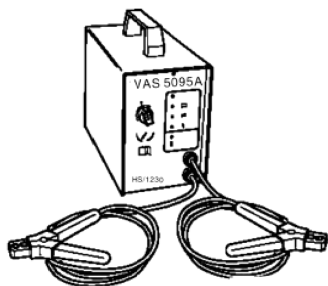

图 13-1-6 充电器充电
(2) 使用蓄电池充电机进行充电(VAS 5095A,图 13-1-6)